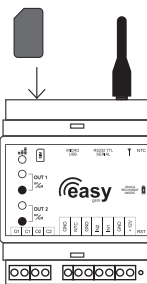

Fig.7
A. Avvitare l'antenna fornita nell'apposito connettore, inserire la SIM card opportunamente preparata come descritto nel paragrafo *Preparazione SIM card*, con l'apposito cassetto porta SIM (Fig.7).